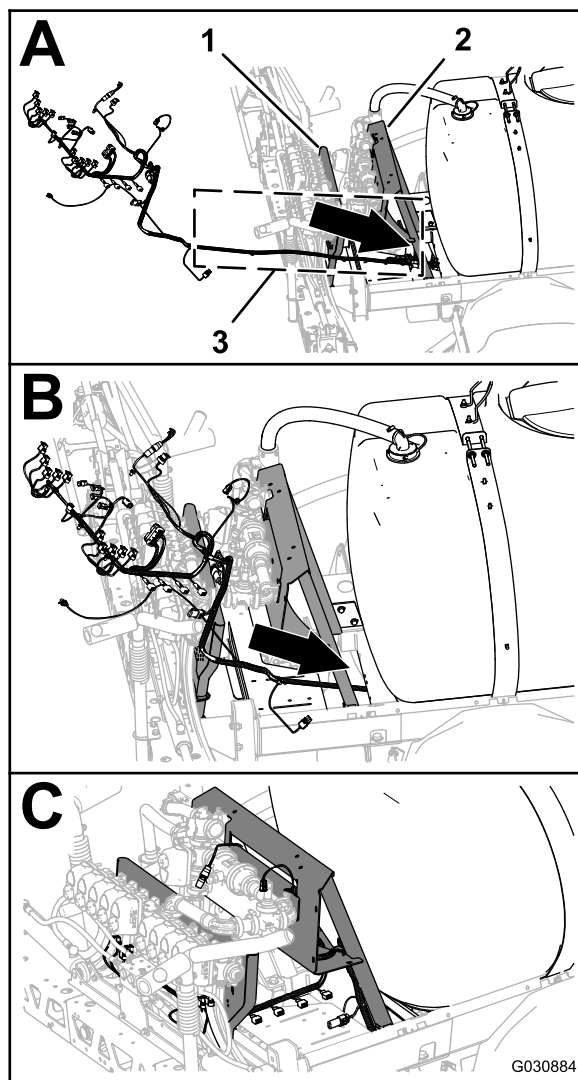

图 84
2. 将新电气线束的 165cm 支管和 203cm 支管放在 10 喷水阀阀门安装架与歧管安装架的右托架之间图 84。